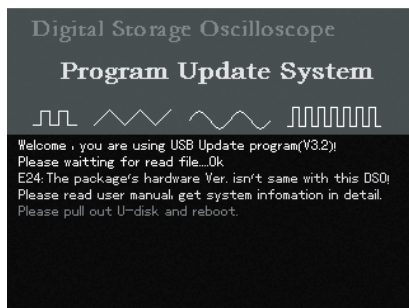

图5-13
8、升级时，读取程序升级包信息，发现升级文件的硬件版本与当前示波表的硬件版本不一致，将出现图5-13所示，提示“程序升级包的硬件版本与当前示波表不一致，阅读用户手册，在UTILITY的系统信息菜单中查阅示波表的硬件版本，并获得与当前示波表硬件版本相一致的升级包。请拔出U盘，重启示波表”。